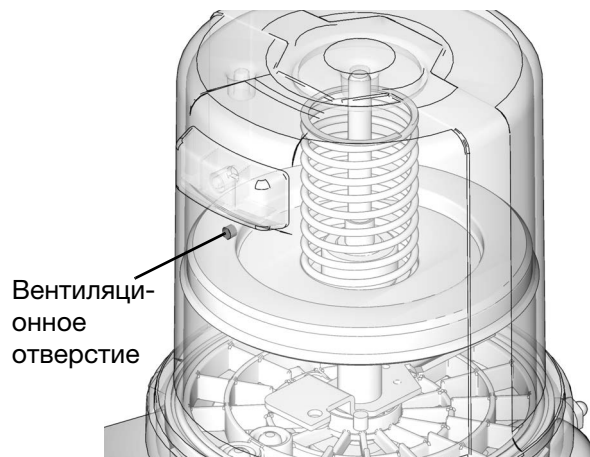

Рис. 26
3. Заправляйте смазку в резервуар до тех пор, пока прижимная пластина не откроет вентиляционное отверстие (Рис. 26) и из резервуара не выйдет большая часть воздуха.